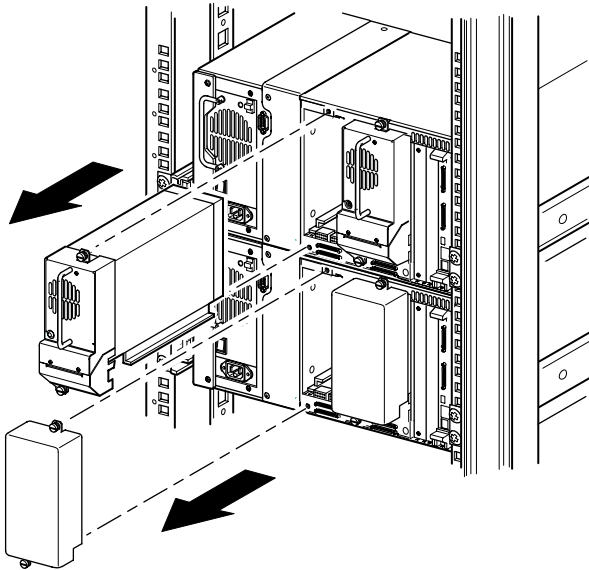

図2-4: ドライブ ベイ1へのアクセス
2. PTMカバープレート開口部に隣接するベイから、ブランクパネルまたはドライブシューアセンブリ1を取り外します (図2-4を参照)。